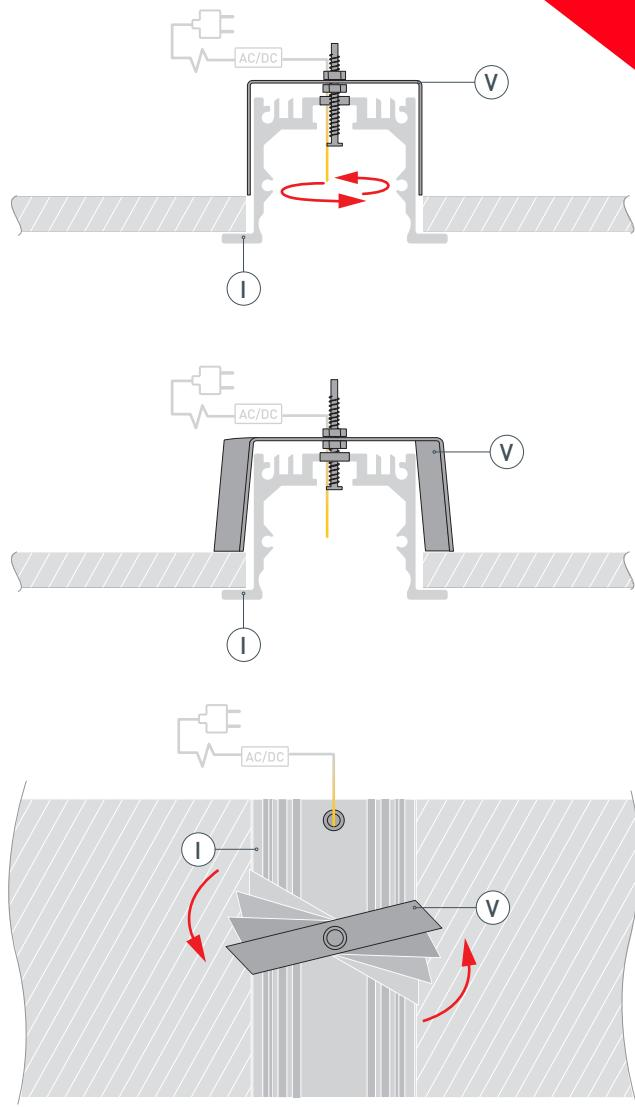

Рис. 2. Фиксация держателя, вид сверху
- 3 / Проведите кабель питания через изоляционную втулку в профиле **I** и установите профиль **I** в паз на поверхности. Чтобы зафиксировать профиль **I** на поверхности, поверните держатель **V** таким образом, чтобы его ребра плотно прижались к боковым стенкам профиля (рис. 2.). Положение держателей **V** зафиксируйте с помощью винтов из комплекта.